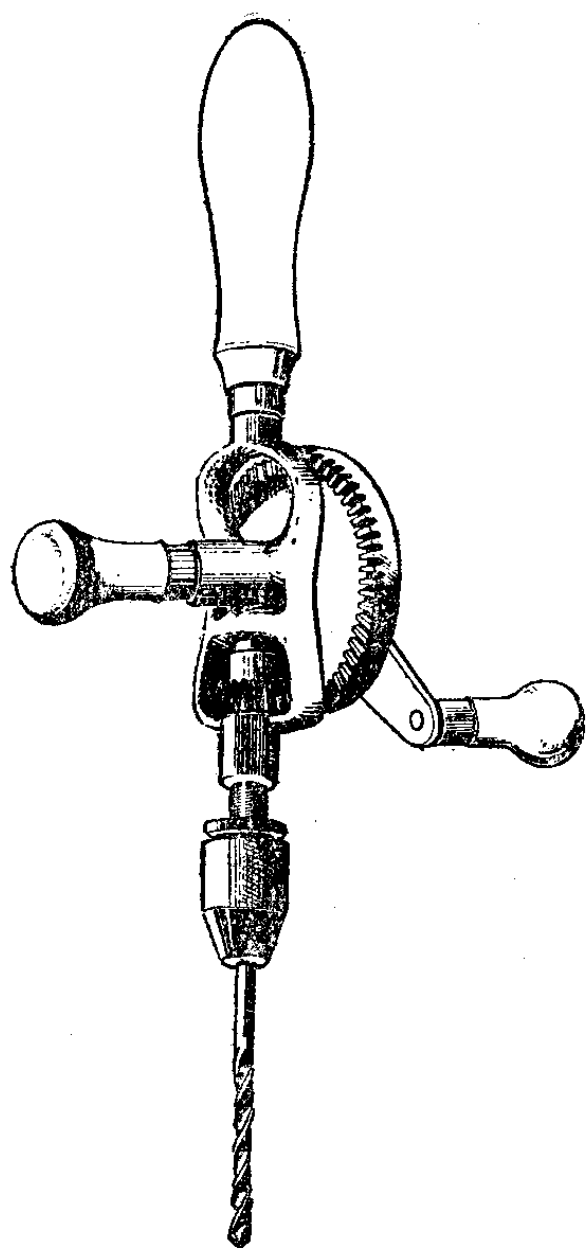

图 2-3
3. 手搖钻:手搖钻的主要用途是用来在鉄板或木板上钻孔,如图 2-3。必須注意,钻木板的钻头不能用来钻鉄板,而钻鉄板的钻头可以钻木板。在用手搖钻钻孔之前,先在物件上标出钻孔的位置,否則在不应当钻孔的地方一旦钻出了孔,就很难补救,甚至使一块有用的材料成了废品。正确的钻孔方法是先在物件上用磨得很尖的鋼絲标出孔心的位置。但不能馬上在标好的标记上钻孔,因为鉄板表面平滑,钻头在旋轉时,很可能会从預先标出的中心点滑掉,这样,就会使钻出来的孔不能正好位于需要钻孔的地方。为了防止这样的事情,应该先用中心冲或尖端較硬的釘子在鋼絲标出的地方打一个小凹点,钻孔时钻头尖放在小凹点上就不会滑掉了。另外在钻孔时,整个手搖钻必須与鉄板垂直,否則钻头容易断掉,或者使钻出来的孔发生偏斜。钻孔的时候不能貪快而用劲过大,劲用得太大也容易折断钻头的。